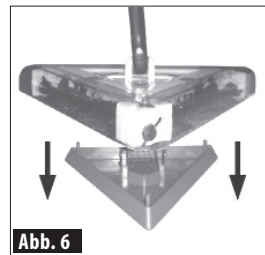

Abb. 6
- Stellen Sie den „Schmutzbehälter“ dann wieder zurück auf den Boden oder eine andere flache Unterlage. Heben Sie den „Standfuß“ des Kehrsers und richten Sie ihn über dem „Schmutzbehälter“ aus. Bei korrekter Ausrichtung zeigt das Kehrerlogo auf der Vorderseite des „Standfußes“ in die gleiche Richtung wie die Vorderseite des Schmutzbehälters. Setzen Sie den Standfuß zur Korrektur herab (siehe Abb.6).